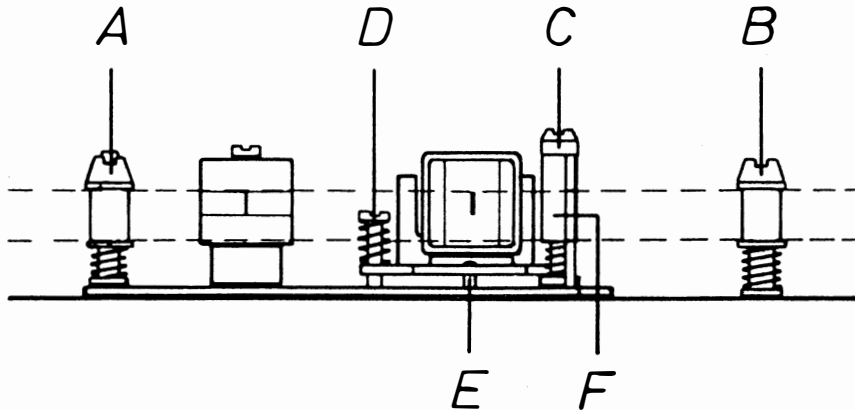

Fig. 10
All tape guides must be precisely perpendicular. The tape must wind on either reel without grazing the flanges. It must be perfectly straight (see the dotted lines of Fig. 10) as it passes the tape guides. The gap of the erase head must surmount the upper edge of the tape by 0.4 mm (approx. 0.016").
2.62 Adjustment (see Fig. 10)
Tous les organes du guide bande doivent être rigoureusement verticaux. La bande magnétique doit défiler sans effleurer les joues des bobines et passer exactement entre les deux butées de son guide (voir lignes en tirets de la fig. 10). L'entrefer de la tête d'effacement doit dépasser de 0,4 mm l'arête supérieure de la bande magnétique.
2.62 Réglage (voir fig. 10)
Todos los elementos de conducción de la cinta deben estar verticales. La cinta magnética debe arrollarse sin rozar las bridas de los carretes. Debe pasar en línea recta a través de las guías de la cinta (véase las líneas de trazos en fig. 10). La ranura de la cabeza borradora debe sobresalir 0,4 mm. por encima del borde superior de la cinta.
2.62 Ajuste (véase fig. 10)
2.72 Vertical Alignment (see Fig. 10)
2.72 Ajuste en altura (véase fig. 10)
2.74 Adjusting the Perpendicular Position (see Fig. 10)
2.74 Réglage de la position verticale de la tête magnétique (voir fig. 10)
2.74 Ajuste de la perpendicularidad (véase fig. 10)